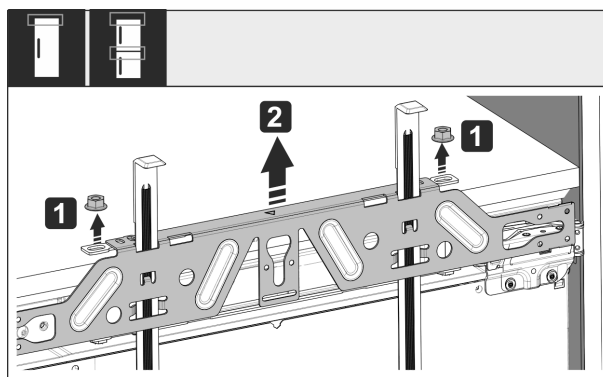

Fig. 54
- ▶ Разхлупете контрагайките Fig. 54 (1).
- ▶ Свалете гредата за закрепване Fig. 54 (2).